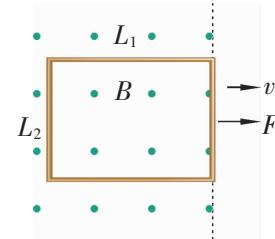

图 1-6
6. 如图 1-6 所示，长为 L_1 、宽为 L_2 的矩形线圈，电阻为 R ，处于磁感应强度为 B 的匀强磁场边缘，磁场方向垂直于纸面向外，线圈与磁感线垂直。在将线圈以向右的速度 v 匀速拉出磁场的过程中，求：